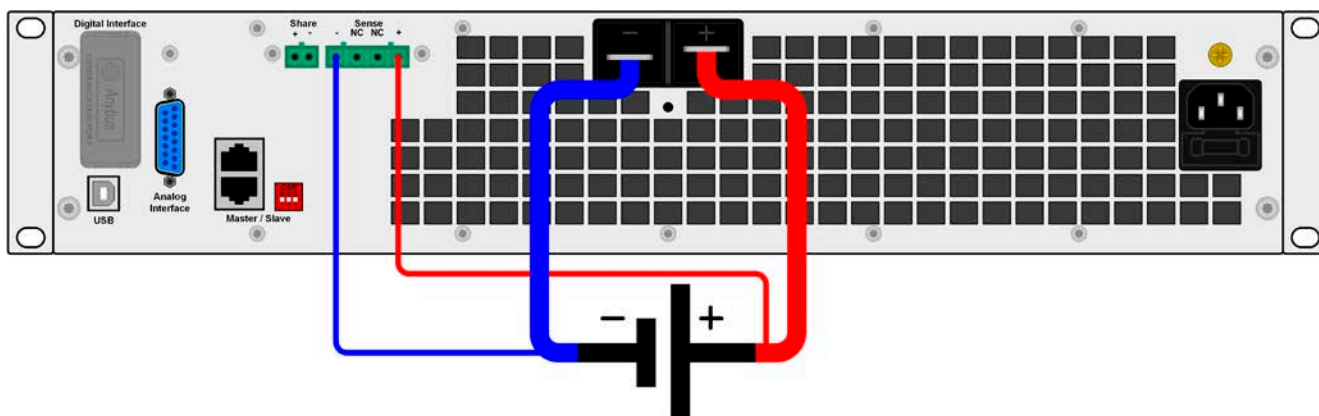

Рисунок 7 - Принцип соединения удалённой компенсации
- Удалённая компенсация напряжения эффективна только при режиме постоянного напряжения (CV) и для других режимов работы, вход Sense должен быть отключен по возможности, тогда как его подключение ведёт к увеличению колебаний.
- Кабели Sense должны быть подключены + к + и - к - на источнике, в противном случае, обе системы будут повреждены. Смотрите Рисунок 7 ниже.